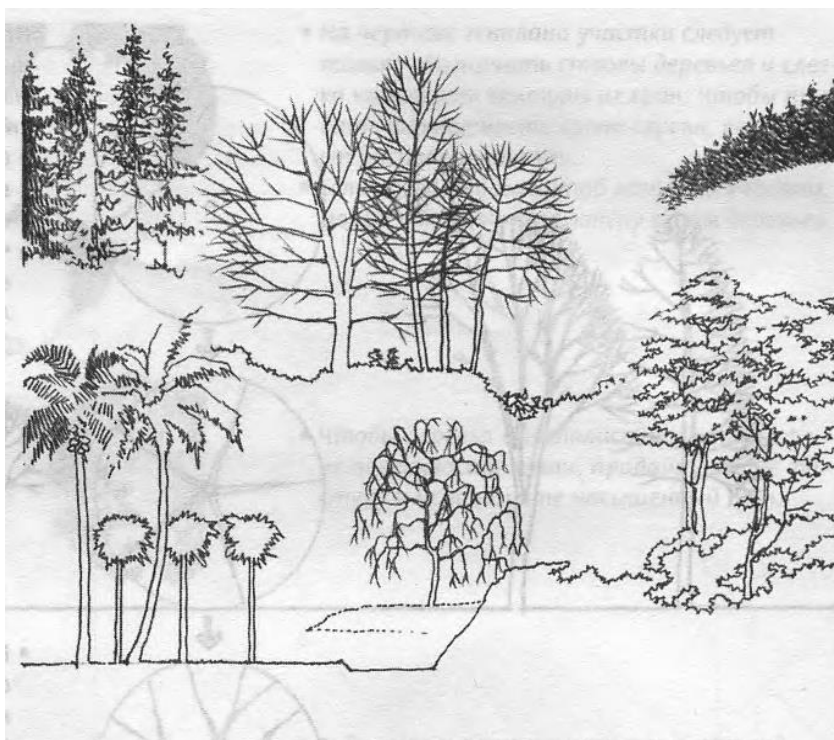

Рис.12. Антураж.
- наружные сооружения: навесы, мощение и подпорные стенки и т.д. (рис.12)
- передать географические особенности участка (рис.12);